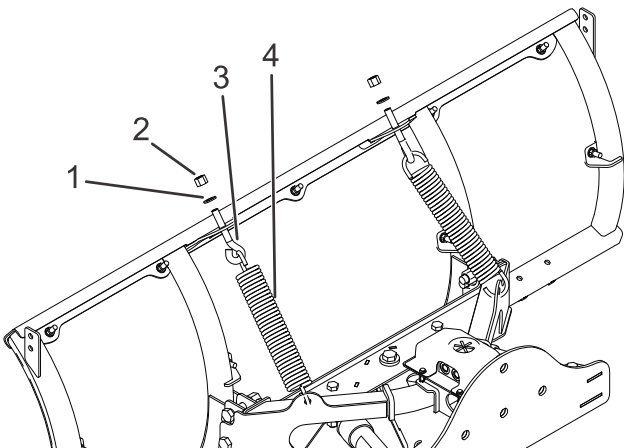

Figura 12
4. Enganche los 2 muelles de seguridad a través de los orificios del bastidor de empuje (Figura 12)
- Enganche los otros extremos de los resortes de gancho a los 2 cáncamos (Figura 12)
- Inserte el extremo roscado de los cáncamos a través de los orificios de la pala del quitanieves, y sujételos con arandelas (1/2") y 2 contratuercas de nylon (Figura 12).